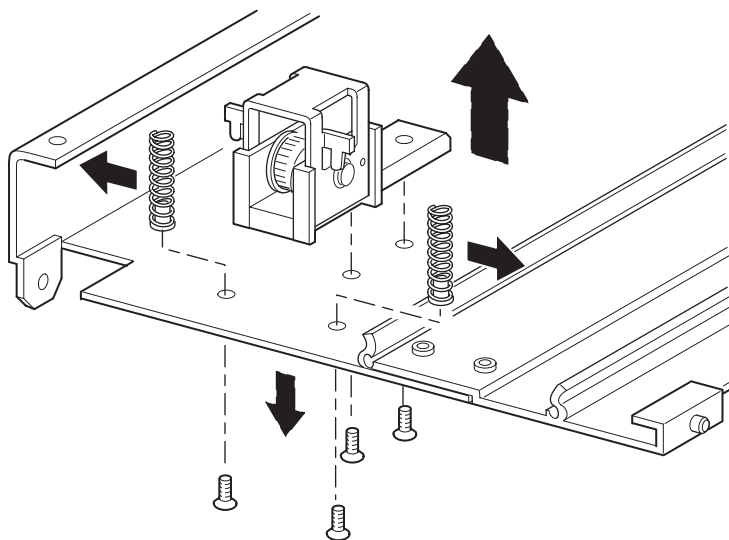

Figura 2-16: Rimozione della rampa tendicinghia e della puleggia folle
8. Rimuovere i componenti della rampa tendicinghia e della puleggia folle come descritto di seguito (vedere la Figura 2-16).
12. Fissare la rampa tendicinghia e la puleggia folle all'estensione utilizzando le due viti rimosse in precedenza (vedere la Figura 2-16).
13. Fissare le molle della rampa tendicinghia e della puleggia folle utilizzando le due viti rimosse in precedenza (vedere la Figura 2-16).